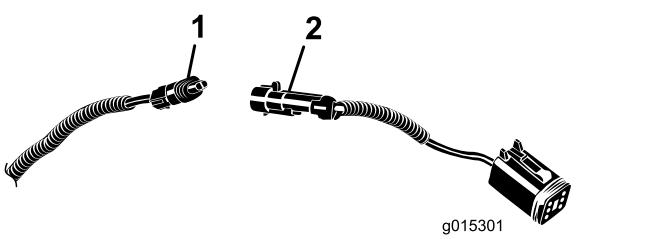

Figura 6
3. Conecte el conector abierto del arnés de cables principal (situado en la parte trasera derecha del asiento) al arnés de cables corto suministrado con el asiento (Figura 6).